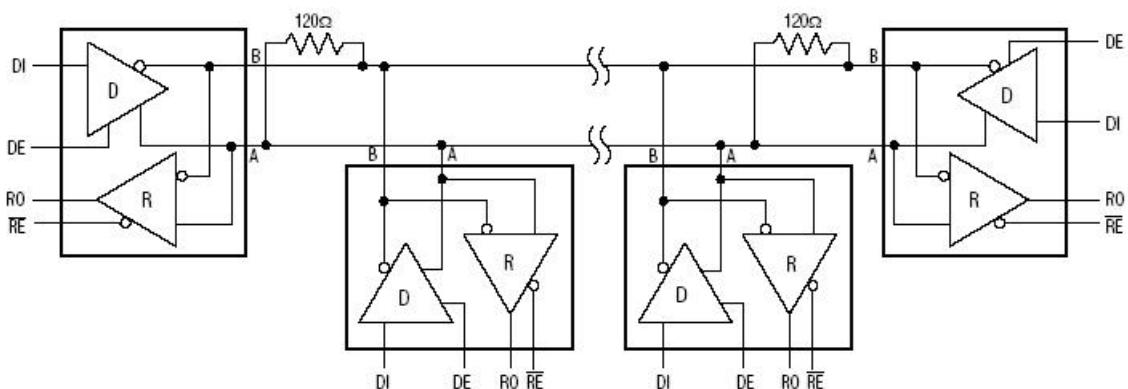

图13: 典型半双工RS-485网络
**SN75176** 收发器设计用于多点总线传输线上的双向数据通信。图13显示了典型的网络应用电路。在低速条件下，这些器件能用作电缆长于4000英尺的线性转发器，但在10Mbps的高速率条件下，传输线长度需要控制在100英尺以内。同时，在某些应用条件下为减小传输线的反射，应当在传输线两端以其所采用线材的特性阻抗进行终端匹配，主干线以外的分支连线长度应尽可能短。